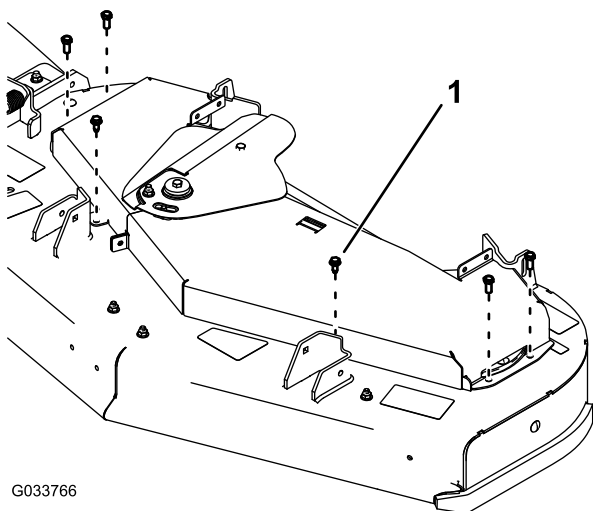

Figura 71
7. Afloje los 6 pernos que sujetan las cubiertas de la correa a la carcasa de corte, y retire las cubiertas de la correa de debajo de la cubierta del tensor (Figura 71).
10. Instale las cubiertas de las correas usando 6 pernos (Figura 71).